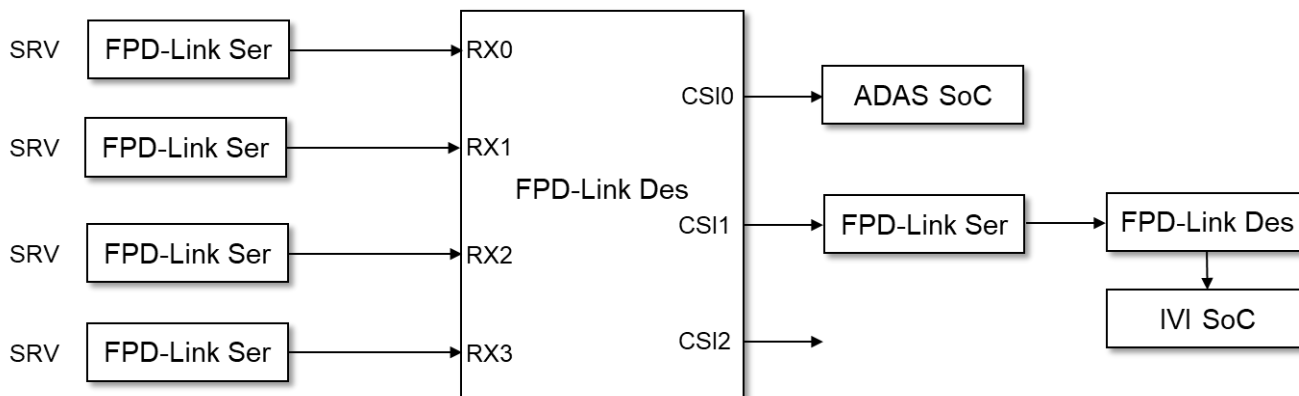

图 2-2. 车载 360 环视系统双级 SERDES 传输典型框图
1. 当 ADAS 与 IVI 系统非单板系统时，环视摄像头数据通常先送至 ADAS，ADAS 再通过额外串化解串器将环视摄像头数据送至 IVI 系统，如 图 2-2 所示